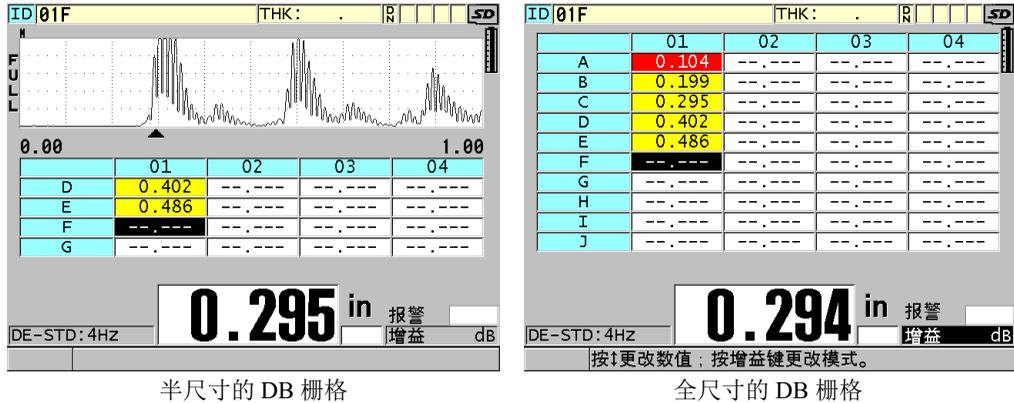

图 10-10 半尺寸和全尺寸的 DB 栅格示例
5. 将**栅格尺寸**设为所需的数据库栅格尺寸选项（参见第 150 页的图 10-10）：